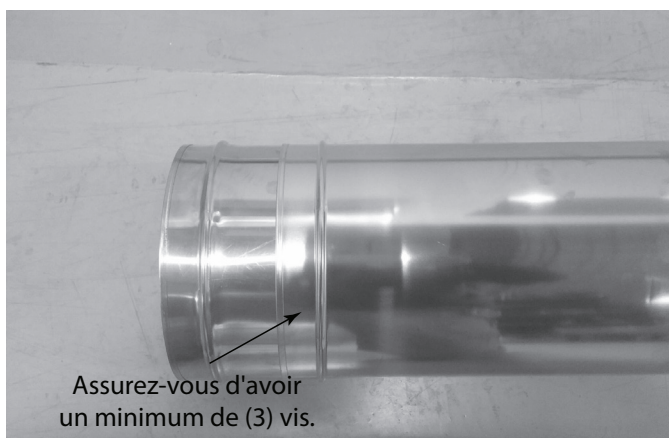

Figure 7.5 Vis dans la section coulissante
- Fixez la section d'évacuation et la section coulissante SLG à la longueur souhaitée à l'aide d'au moins (3) vis. Voir la Figure 7.5.